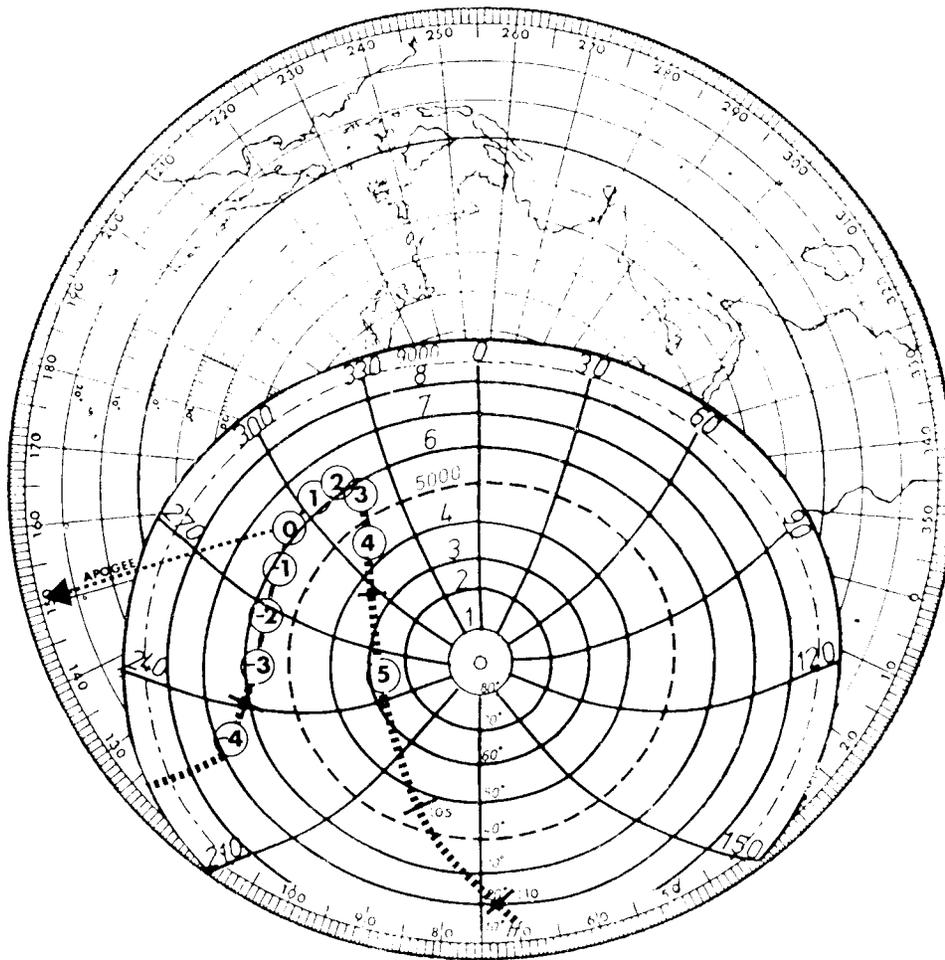

FIGURE 3
De nombreux radioamateurs ont découvert l'usage du «OSCAR-LOCATOR» lors de la phase II. Ce type de localisateur d'usage facile et rapide permettait un repérage du point d'acquisition et de perte de signaux d'OSCAR (AOS-LOS) à la minute près en se référant aux intersections de la trajectoire projetée sur la surface terrestre avec la surface d'illumination des satellites. (4). Comme il s'agissait d'altitudes constantes et d'orbites quasi circulaires, cette trajectoire se présentait sous la forme d'une courbe régulière et la surface d'illumination approximait celle d'un cercle. OSCAR 10 n'étant pas situé à une altitude constante ni sur une orbite circulaire, sa surface d'illumination varie donc en augmentant au fur et à mesure de son éloignement par rapport à la Terre et décroît lorsqu'il s'en approche. À son altitude maximum correspond une portée de communications maximale. Un localisateur graphique conçu pour OSCAR 10 comportera donc plusieurs zones circulaires concentriques d'illumination (fig. 3) qui seront utilisés pendant une portion spécifique d'une orbite donnée.